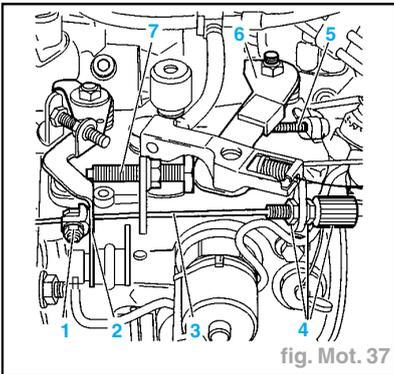

fig. Mot. 37
- Vérifier que le levier (2) est en butée à droite (fig. Mot. 37).
- Vérifier que le levier (6) est en appui sur la vis-butée (5), sinon modifier la position de l'épingle (fig. Mot. 37).
- Contrôler que le levier (6) est en appui sur la butée (7), en position de ralenti.